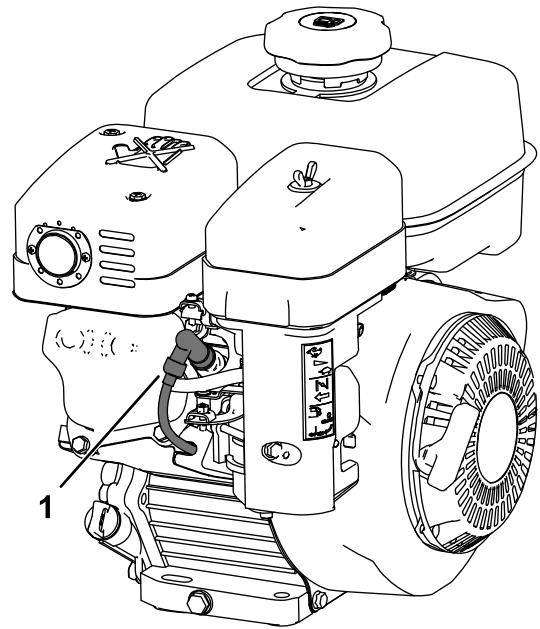

Figura 11
5. Desconecte el cable de la bujía (Figura 11).